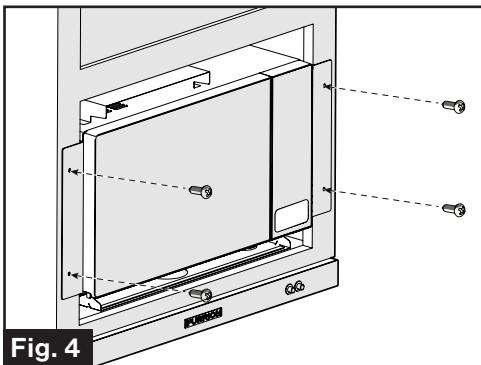

Fig. 4
4. Fixez le micro-ondes dans le meuble de rangement à l'aide des 4 vis KA M4 x 20 mm fournies avec le four. (Fig. 4)